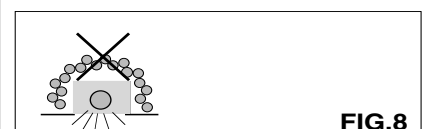

FIG.8
- L'apparecchio di illuminazione non deve in alcuna circostanza essere coperto con materiale isolante o similare.**FIG.8**
- Under no circumstance the light fixture should be covered with insulating materials.**FIG.8**
- En aucune circonstance l'appareil doit être couvert avec des matériaux isolants.**FIG.8**
- Auf keinen Fall dürfen Sie den Apparat mit Isolierstoff oder gleiches Material aufmachen.**FIG.8**